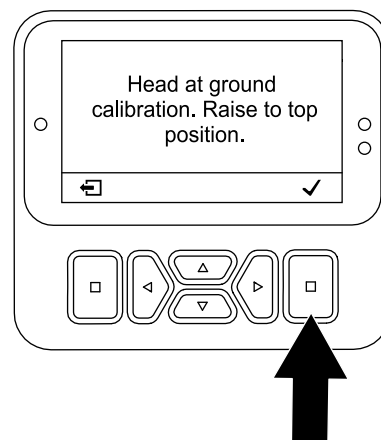

Figure 108
- Si les louchets commencent à s'enfoncer dans le sol – appuyez sur le bouton de sélection (Figure 108) et exécutez l'application TEACH GROUND HEIGHT (apprentissage de la hauteur par rapport au sol); voir Exécution de l'application d'apprentissage de la hauteur par rapport au sol (page 38).